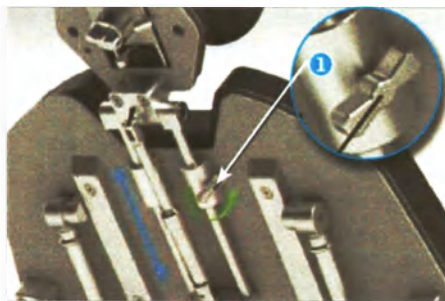

Рис. 6.6.А: Расстояние между спинкой и секцией для головы (барашковый винт (1) зажать/освободить)
- ➔ 1. Синяя стрелка (рис. 6.6.А) показывает, по какой оси секция для головы может быть сдвинута при данном рабочем шаге.
- Ослабить фиксатор секции для головы. Для этого барашковый винт (рис. 6.6.А/1) для регулировки секции для головы повернуть в направлении зеленой стрелки.
- ➔ 3. Секцию для головы снова закрепить: Для этого барашковый винт (рис. 6.6.А/1) повернуть в направлении зеленой стрелки.
Ослабить фиксатор: Для этого барашковый винт (рис. 6.6.A/1) повернуть в направлении зеленой стрелки и прочно удерживать упор.
- 8. Упор для головы снова закрепить. Для этого барашковый винт (рис. 6.6.D/1) повернуть до упора в направлении зеленой стрелки.
- ① При наполовину затянутом барашковом винте упор для головы удерживается эластично, однако может при встречном надавливании слегка смещаться, при этом винт не требуется снова освобождать.